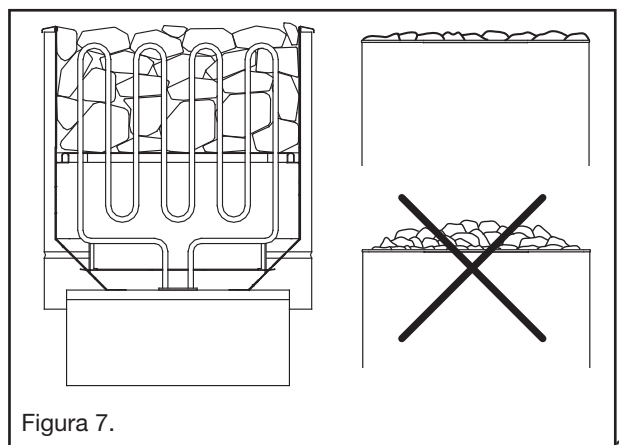

Figura 7.
- Le pietre devono coprire completamente le resistenze riscaldanti (Figura 7).